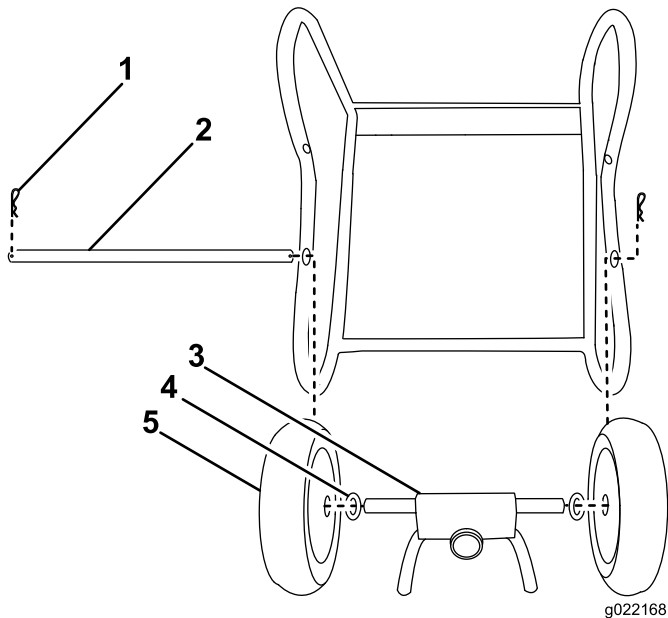

Figura 3
1. Introduzca el eje en el bastidor de la máquina; consulte Figura 3.
3. Sujete las ruedas y el eje con chavetas; consulte Figura 3.
2. Coloque en su sitio el eje, las ruedas, las arandelas y la chapa del soporte de giro; consulte Figura 3.